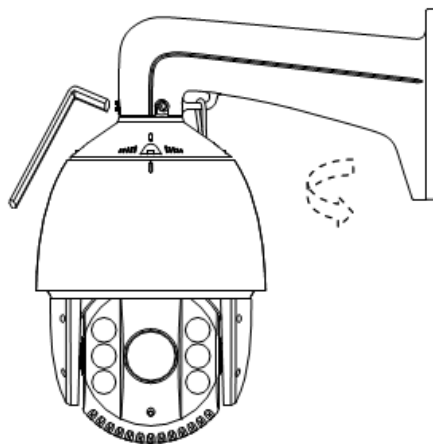

Рисунок 6 – Установка видеокамеры на кронштейне
- проложить кабели подключения через кронштейн видеокамеры и закрепить видеокамеру на кронштейне посредством трех шестигранных болтов М5х16 (рисунок 6);
Монтаж поворотной видеокамеры СВК-850 выполнять в следующем порядке: - проложить кабели подключения через кронштейн видеокамеры и закрепить видеокамеру на кронштейне посредством трех шестигранных болтов М5х16 (рисунок 6); - поднять собранную конструкцию к месту установки и произвести подключение видеокамеры в соответствии с ЭД на нее; - закрепить кронштейн видеокамеры на месте установки.